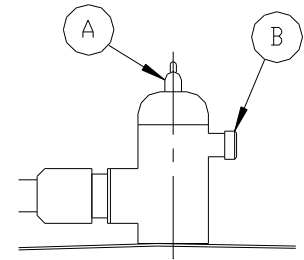

Fig. 4
- e) Cuando la marmita ha alcanzado la presión de trabajo ( $30 \text{ gr/cm}^2$ ) la pieza A (cuerpo central) (Fig. 4) habrá comenzado a girar y elevarse.
- f) Para destapar la tapa se deben desconectar los quemadores, girar la pieza B, que es el mando posicionador (Fig. 4),  $90^\circ$ . Cuando se observa que ha cesado la salida de vapor, aflojar y desplazar las bridas.